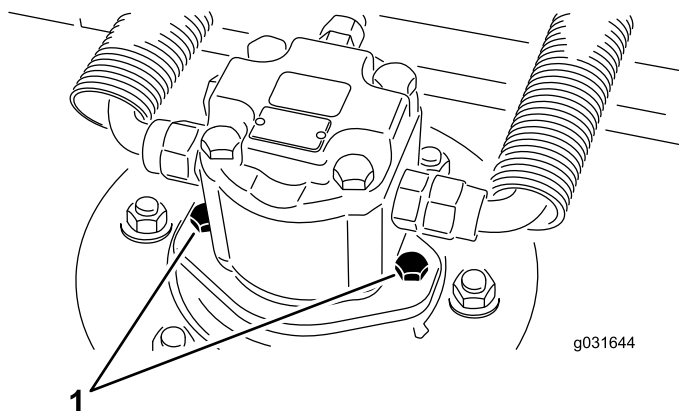

Bild 69
2. Entfernen Sie die Befestigungsschrauben des Hydraulikmotors, klemmen Sie den Hydraulikmotor vom Mähwerk ab und entfernen Sie ihn (Bild 69).
4. Bringen Sie mithilfe der Befestigungsschrauben des Hydraulikmotors den Hydraulikmotor am Mähwerk an (Bild 69).